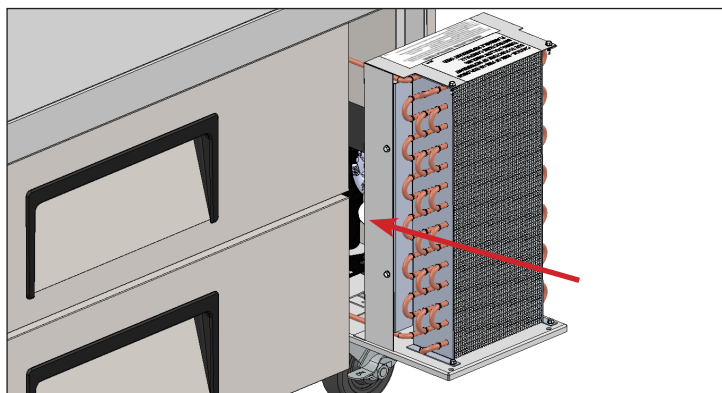

Fig. 6. Remplacez avec soin l'unité de condensation en la faisant glisser sur sa position et remplacez les boulons.
9. Réinstallez les supports du serpentin (le cas échéant). Remplacez ensuite avec soin l'ensemble du compresseur en le faisant glisser sur sa position et vissez-le en place. Voir fig. 6.